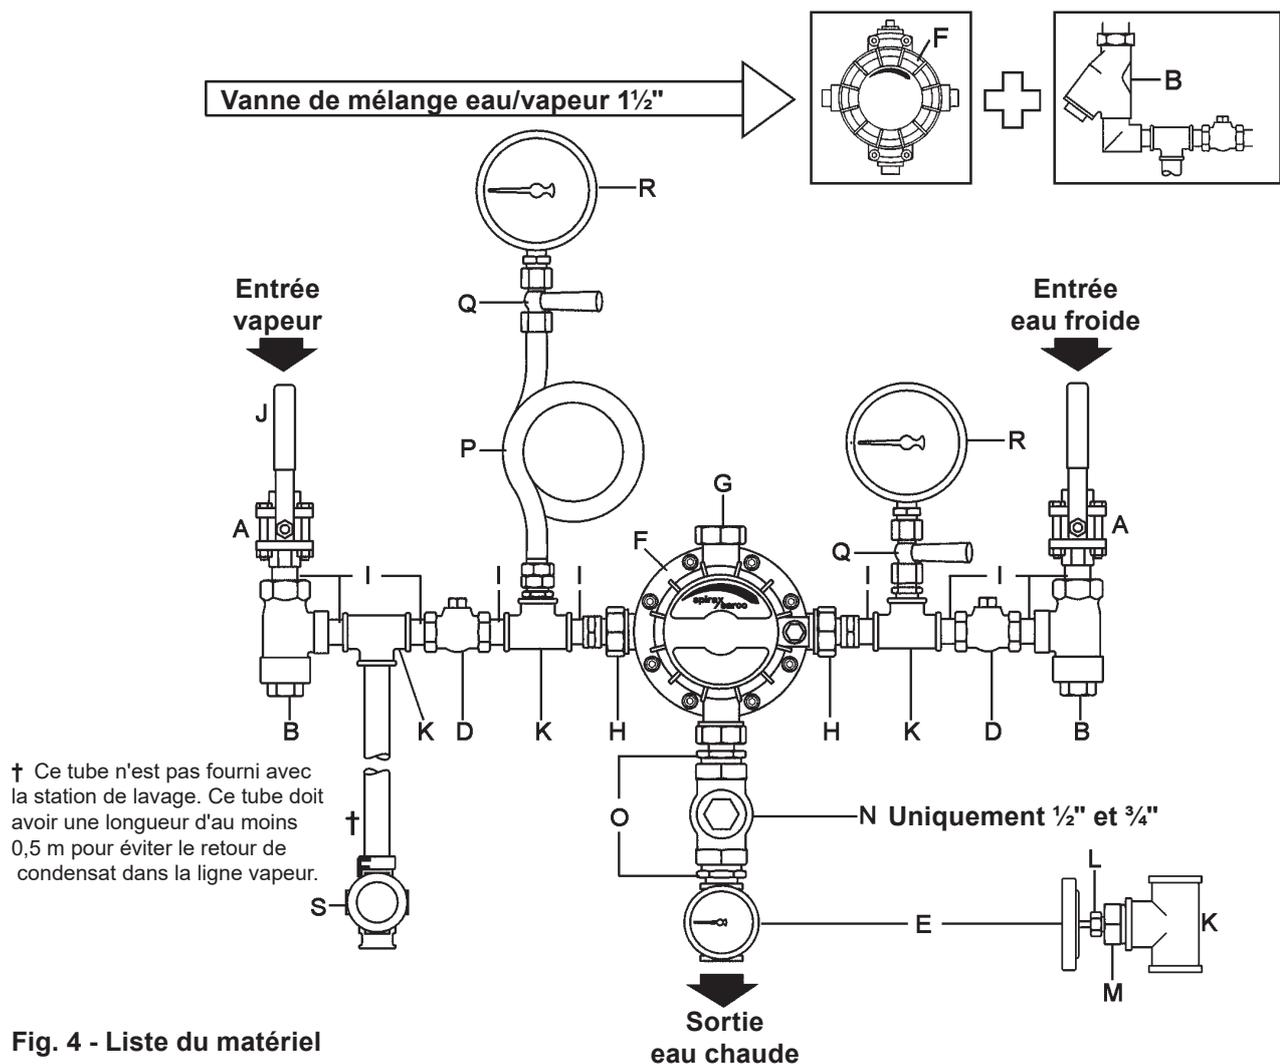

Fig. 4 - Liste du matériel
La station de lavage doit être soigneusement déballée et son contenu vérifié suivant le bordereau d'expédition. (Voir la fig. 4). La vanne de mélange eau/vapeur a deux sorties d'eau chaude, en sachant que la sortie d'eau chaude doit toujours être dirigée vers le bas, la seconde sortie sera bouchonnée. Ainsi vous pourrez orienter la vanne de mélange en fonction des arrivées d'eau et de vapeur.
La tuyauterie doit être assemblée suivant figure 4 en utilisant une pâte à joint sur les joints.
Pour raccorder la tuyauterie d'alimentation d'eau chaude sur la sortie d'eau chaude de la vanne de mélange, visser en premier le "T" du thermomètre et le limiteur de température TCO1 (N). Cet ensemble peut maintenant être fixé sur la vanne de mélange en utilisant le raccord-union (O). Attention, une fois le montage terminé, il faut que le cadran du thermomètre, le bouchon hexagonal du limiteur de température et le bouton de réglage de la vanne de mélange soient parfaitement alignés (voir fig. 4).
La station de lavage doit être soigneusement déballée et son contenu vérifié suivant le bordereau d'expédition (voir tableau ci-dessous en même temps que fig. 4).
Raccorder les stations suivant la fig. 4 (page 13) en utilisant une pâte à joint sur les joints. Le limiteur de température TCO1 est installé entre la sortie d'eau chaude de la vanne de mélange et le raccord en "T" du thermomètre. Le TCO1 est raccordé au raccord en "T" en utilisant une réduction 1" x 3/4". L'autre bout est raccordé à la vanne par une réduction et un raccord-union mâle/femelle monté sur la vanne. Attention, une fois le montage terminé, il faut que le cadran du thermomètre, le bouchon hexagonal du limiteur de température et le bouton de réglage de la vanne de mélange soient parfaitement alignés. Fixer le flexible sur le thermomètre en vissant en premier le raccord-union mâle/mâle sur le raccord en "T". Vous pourrez alors fixer le raccord-union mâle/mâle sur le raccord femelle du flexible. (voir fig. 5).